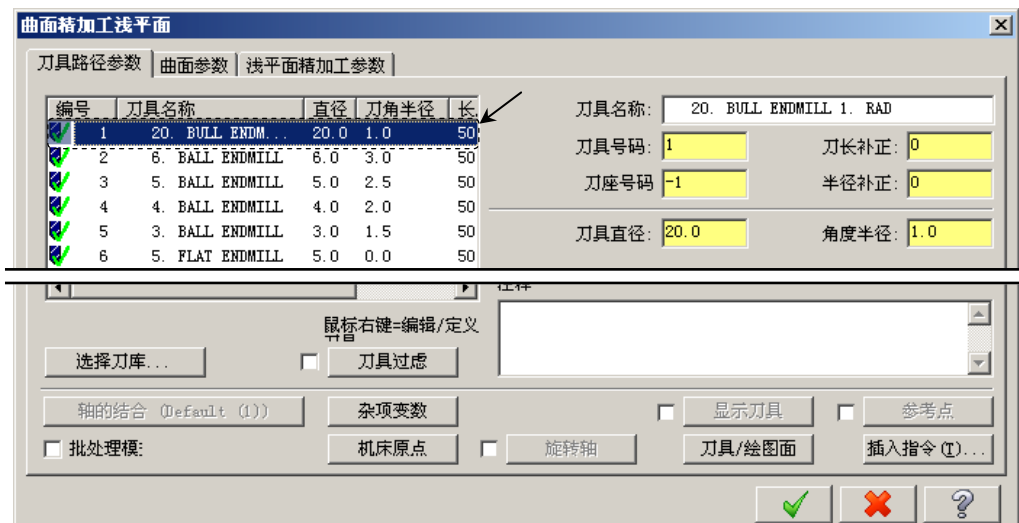

图 15.59 “刀具路径参数”选项卡
Step3. 选择刀具。在“曲面精加工浅平面”对话框中取消选中 **刀具过虑** 复选框，选择图 15.59 所示的刀具。